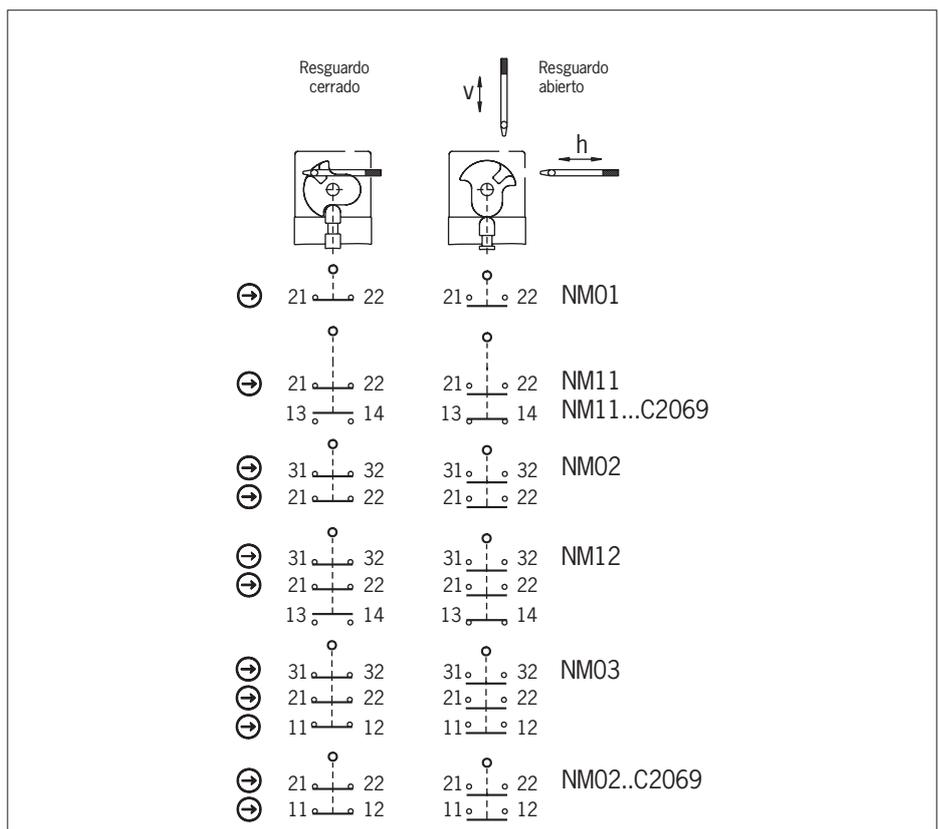

Fig. 3: Elementos interruptores y funciones de conmutación
Debe usarse como mínimo un contacto  $\rightarrow$ . Este señala la posición del resguardo (para la asignación de contactos, consulte la Fig. 3).
3. Apriete las conexiones y los bornes con 0,5 Nm (para la asignación de contactos, consulte la Fig. 3).